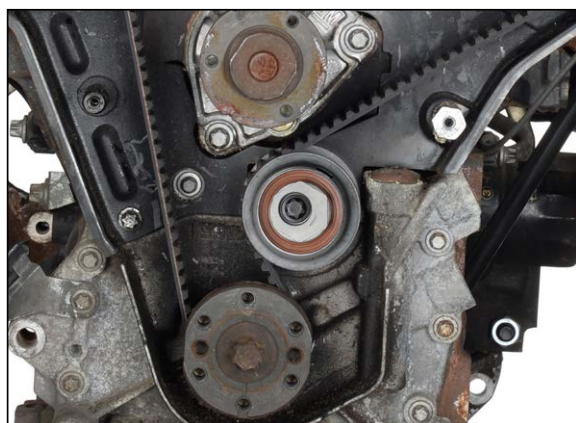

Рис. 17
3. Поверните эксцентрик нижнего обводного ролика с помощью ключа МКМ-6038 или разводного ключа против часовой стрелки до положения указателя «на 2 часа» (Рис. 17).